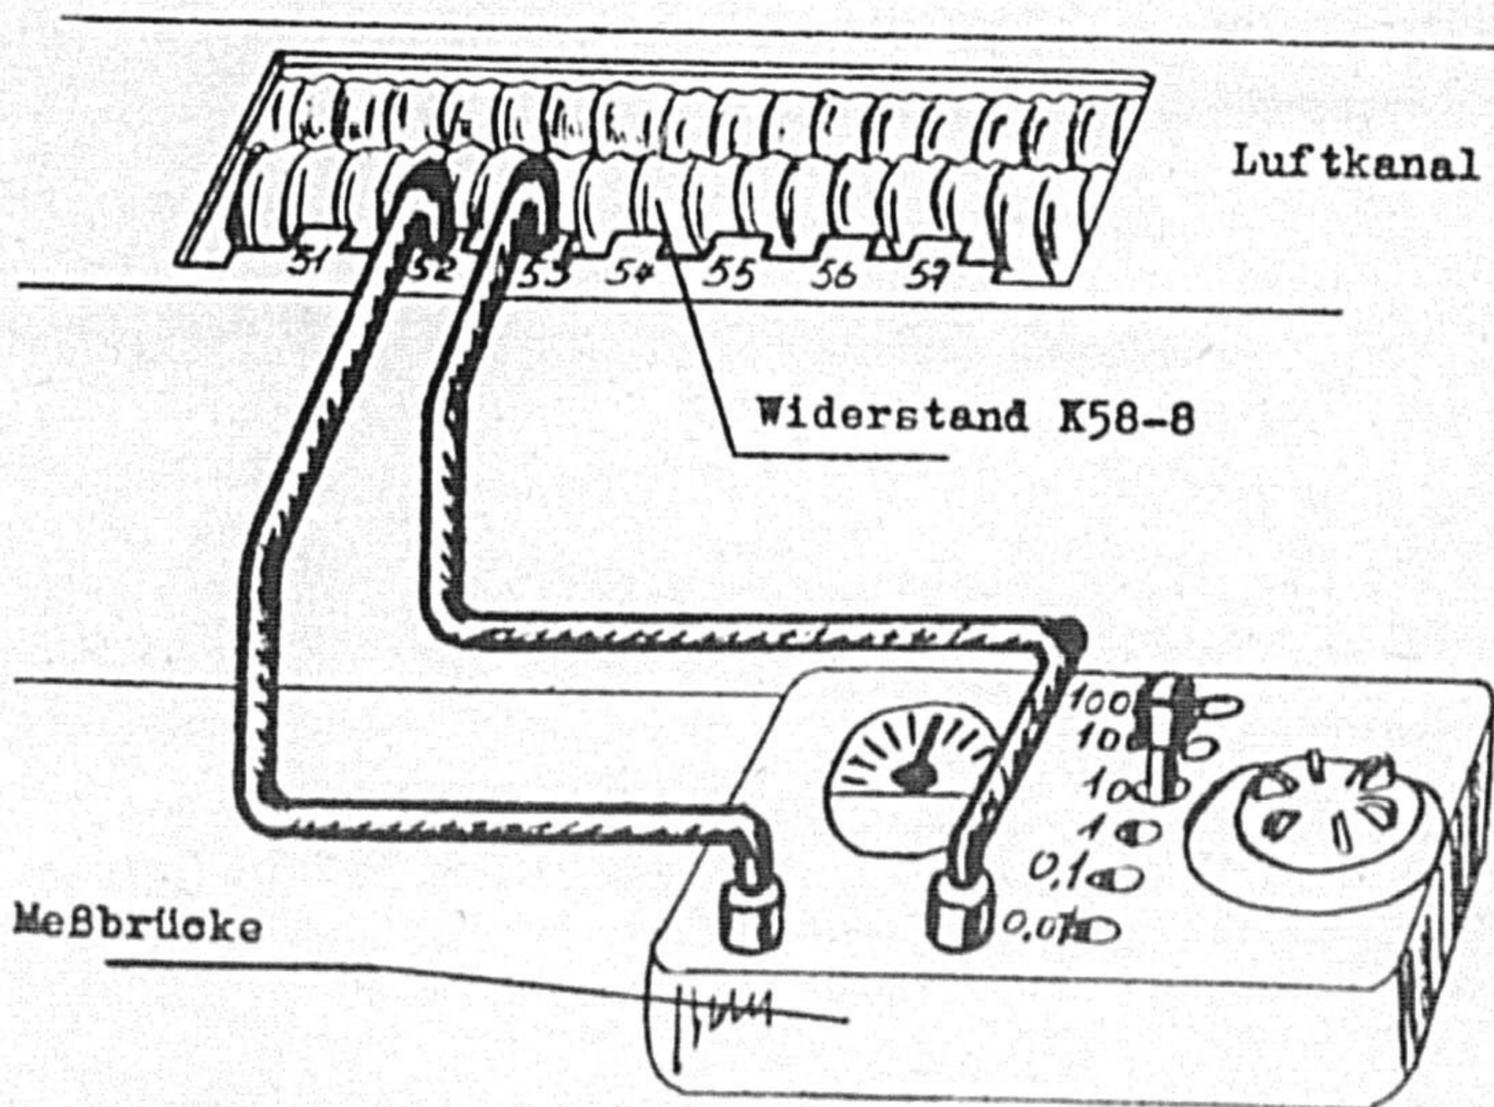

Bild 47 Messen der Widerstände am Widerstand K 58—8
Schaltung nach Bild 47.
- c) Der zu langsam laufende Stromerzeuger hat zu starke Selbsterregung, weil ein Vorwiderstand kurzgeschlossen ist. Prüfe den Widerstand K 58—8 nach a), Bild 47. Wechsle den beschädigten Widerstand aus.